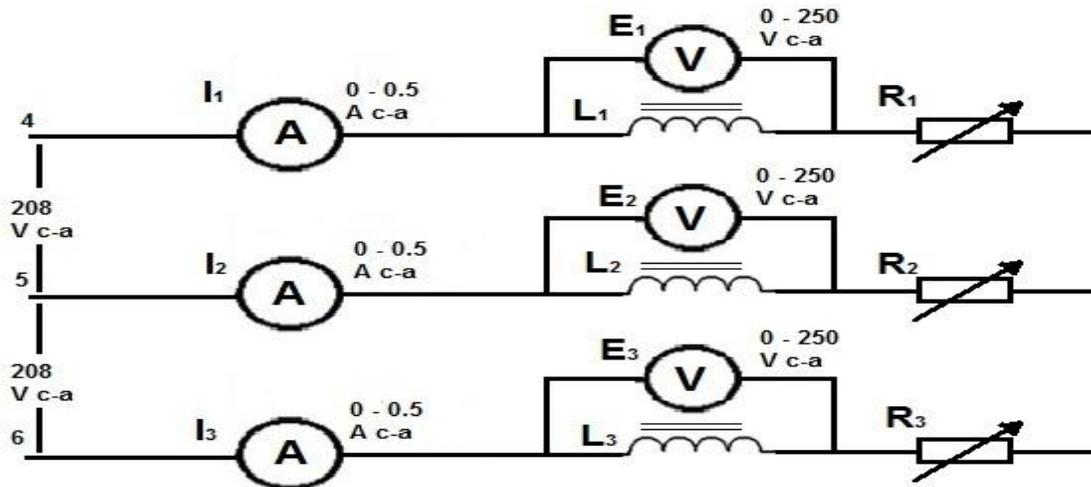

FIGURA 5-2
2. a) Use las secciones individuales del **Módulo EMS de Resistencia** para agregar una resistencia en serie con cada una de las cargas inductivas, como se indica en la Figura 5.2. No conecte el neutro del **Módulo de resistencia** con el neutro de la fuente de alimentación.